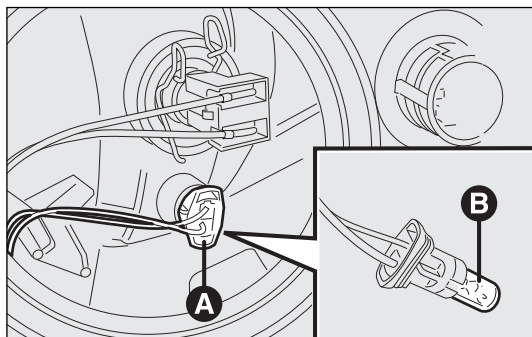

fig. 187
- extraer el grupo portalámparas A-fig. 187 montado a presión, retirar la lámpara B y sustituirla;
- volver a colocar el grupo portalámparas A-fig. 187 montándolo a presión;